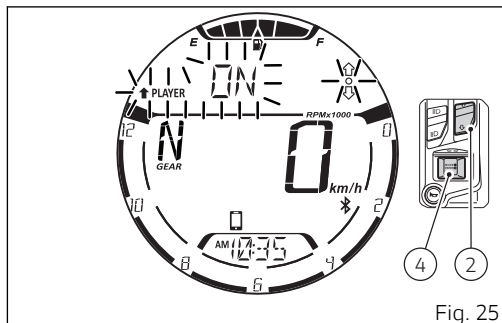

Fig. 25
Para salir del control del reproductor de música, aun manteniéndolo activo por ejemplo con la pieza en ejecución, presionando el pulsador (2) durante 2 segundos. El display visualiza de manera parpadeante durante 3 segundos la flecha dirigida hacia arriba seguida por la indicación "PLAYER", la inscripción "ON" y el círculo vacío "○" (Fig. 25).